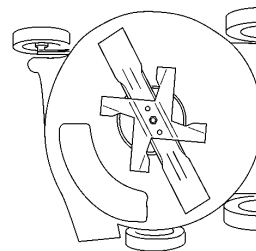

Figure 20
- Basculer la tondeuse du côté droit (Fig. 20).
2. Basculer la tondeuse du côté droit (Fig. 20).